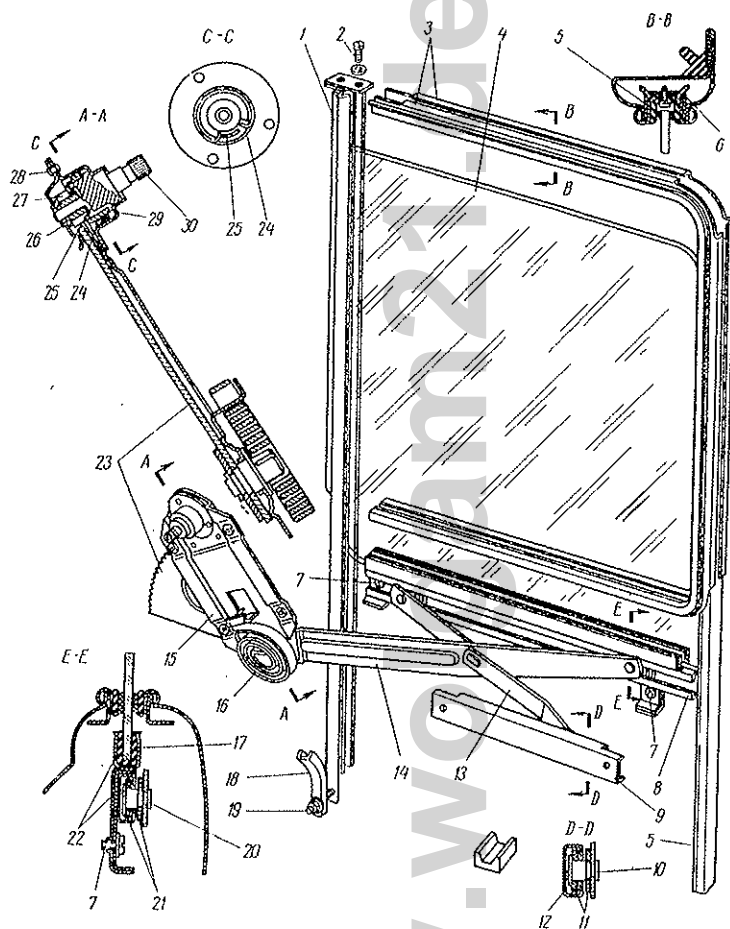

Bild 333 Kurbelscheibe und Scheibenheber der Vordertür:
- zwei Schrauben 7 (Bild 333) zur Befestigung der oberen Kulissee an den Haltern der Scheibenfassung losdrehen;